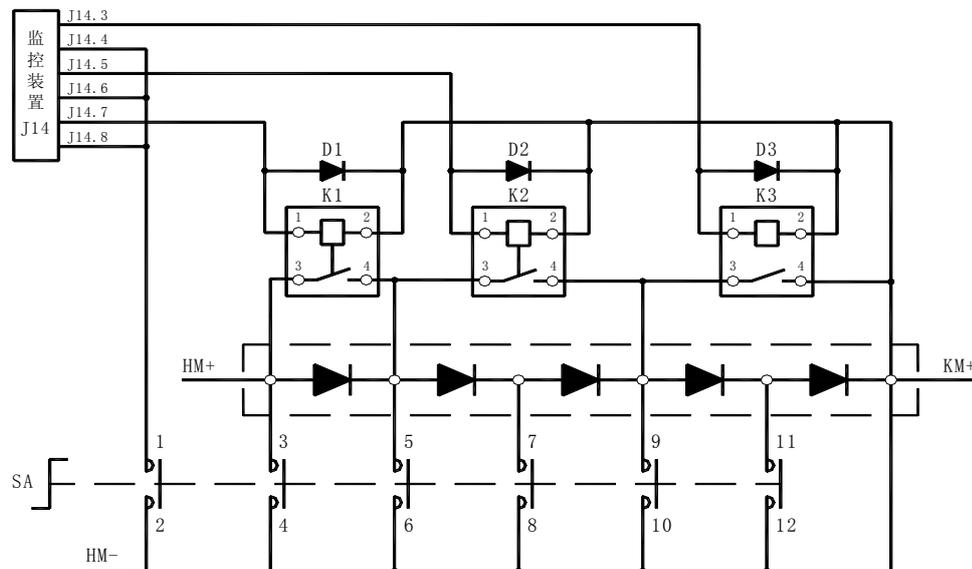
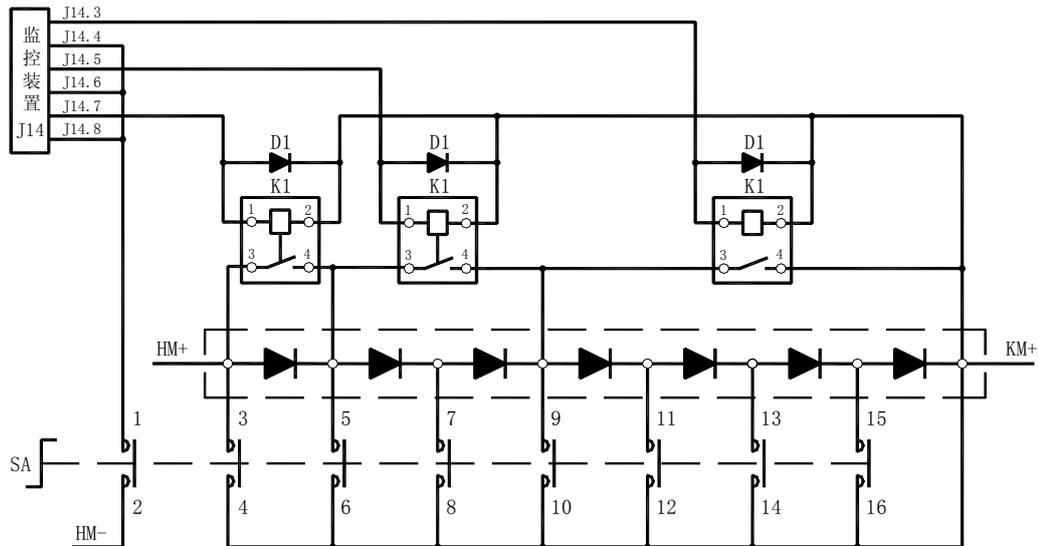

图 2-3-5 5 级硅链接线图
图 2-3-6 7 级硅链接线图
- J13 和 J14 提供了 8 路无源常开干接点输出。输出 1 到输出 7 可由用户设置为某类报警输出 或放电负载加载切除控制信号输出。输出 5 到输出 7 可由用户设置为 5 级或 7 级降压硅链控制信号输出，具体连接请参见图 2-3-5 和图 2-3-6。